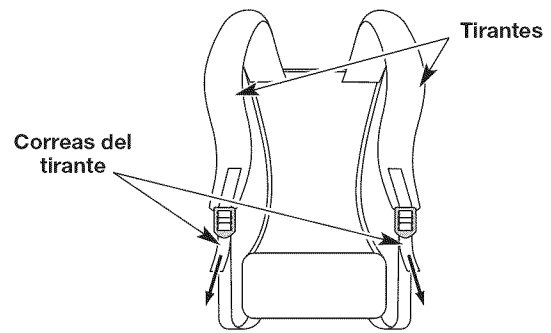

Fig. 11
2. Hale las correas del tirante hacia abajo para apretarlo (Fig. 11).